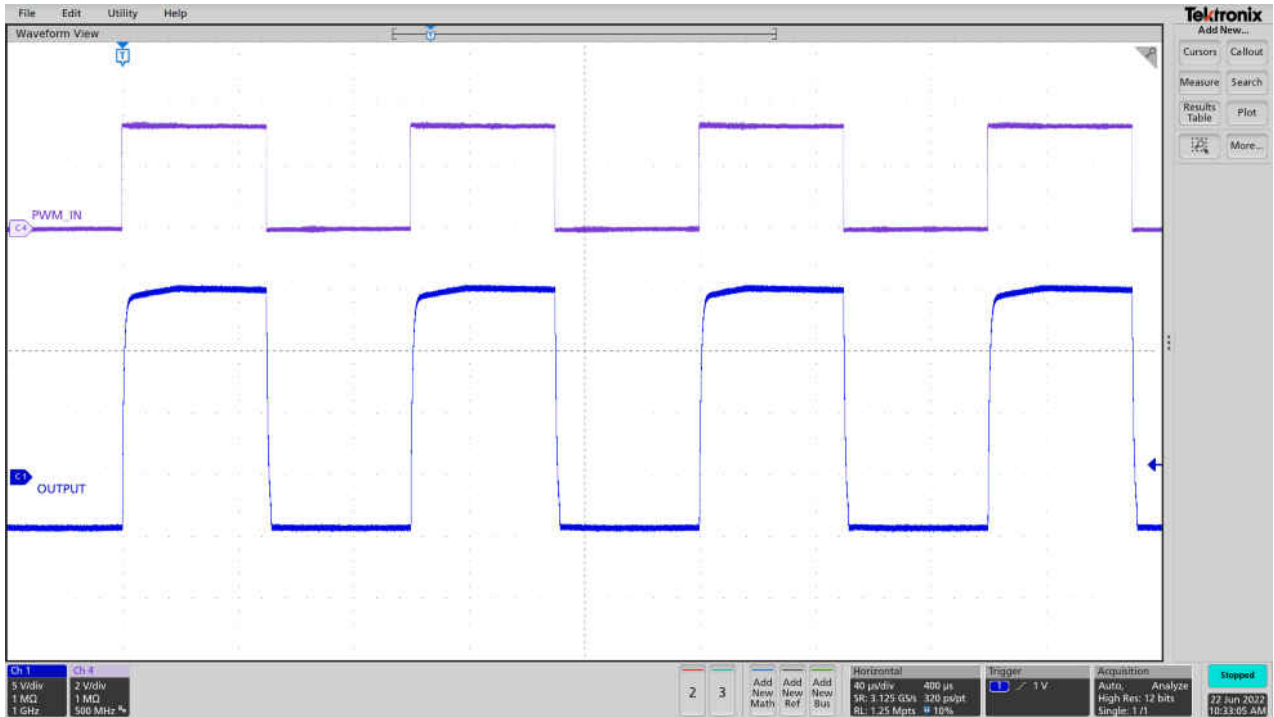

图 4-12. UCC5880-Q1 PWM 开关 100nF 负载
14. 示波器应显示栅极驱动器输入和 PWM 输入，如图 4-12 所示。